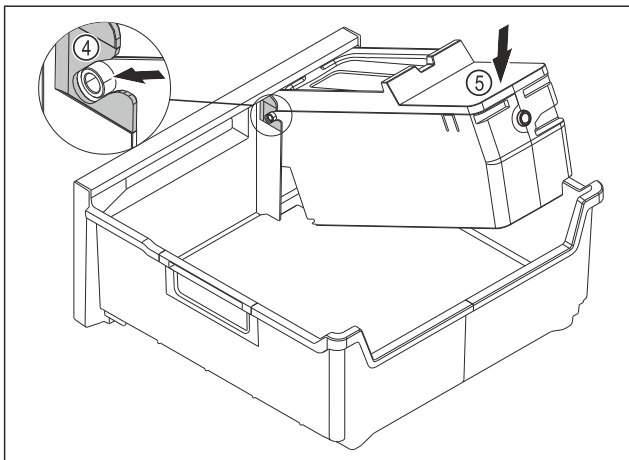

Fig. 125
- ▶ EasyTwist-Ice-Korpus montieren: Achsen des EasyTwist-Ice-Korpus in die Führungen Fig. 125 (4) einschieben.
- ▶ EasyTwist-Ice-Korpus Fig. 125 (5) hinten nach unten drücken.